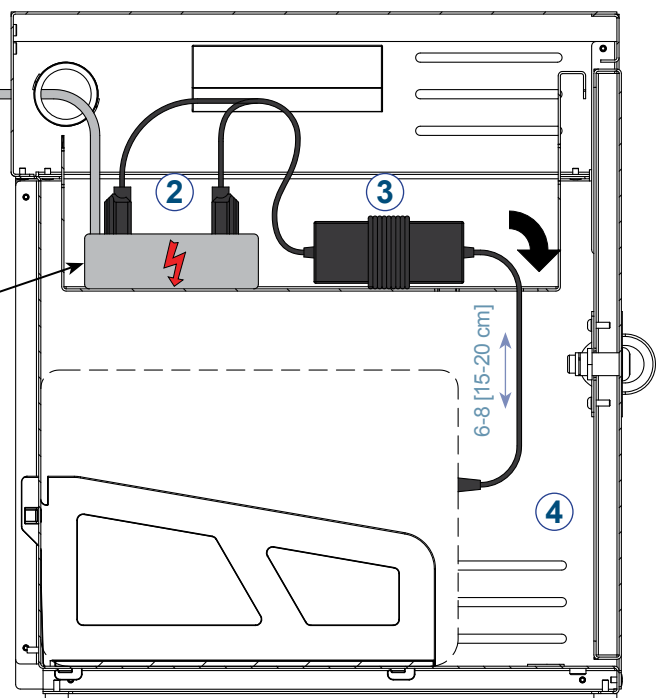

Figure 1.2
2. Place power strip into drawer. Some units include a 10-outlet power strip. **Figure 1.2.**
2. Placez la barre d'alimentation dans le tiroir. Certaines unités sont offertes avec une barre d'alimentation à 10 prises. **Figure 1.2**
2. Coloque el multicontacto de alimentación en el cajón. Algunas unidades incluyen un multicontacto de alimentación con 10 salidas. **Ilustración 1.2.**